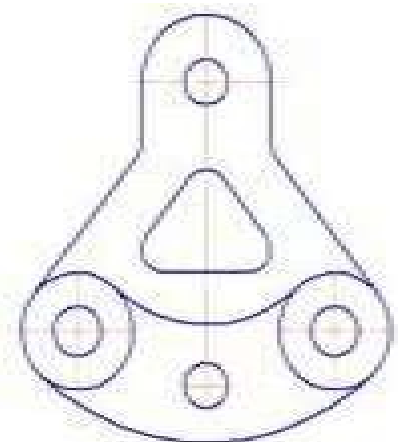

Рисунок 3.20 – Отрисовка центров окружностей
21. Выберите команду **Обозначения – Обозначение центра** и отрисуйте все центры окружностей (рисунок 3.20).